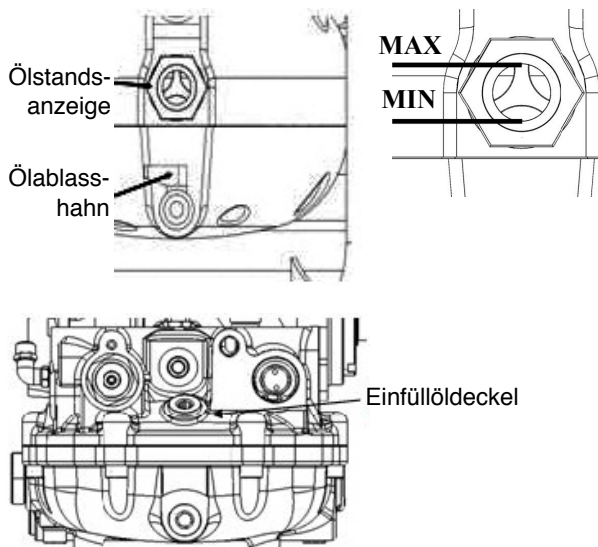

Abb. 20: Ölwechsel
Wenn der Kompressor nicht häufig verwendet wird, wird ein Ölwechsel alle 6 Monate empfohlen und regelmäßig auf Kondensatrückstände am Boden des Öltanks kontrolliert. In diesem Fall ist das Kondenswasser zu beseitigen, indem Sie den Ölablasshahn langsam öffnen (siehe Abb. 20) und die austretende Flüssigkeit in einem Behälter sammeln.
- Schritt 4:** Anschließend das Öl nachfüllen, bis der richtige Füllstand am Ölstandsanzeiger abgelesen wird (Abbildung 20). Ziehen Sie dann die Öleinfüllkappe wieder an.